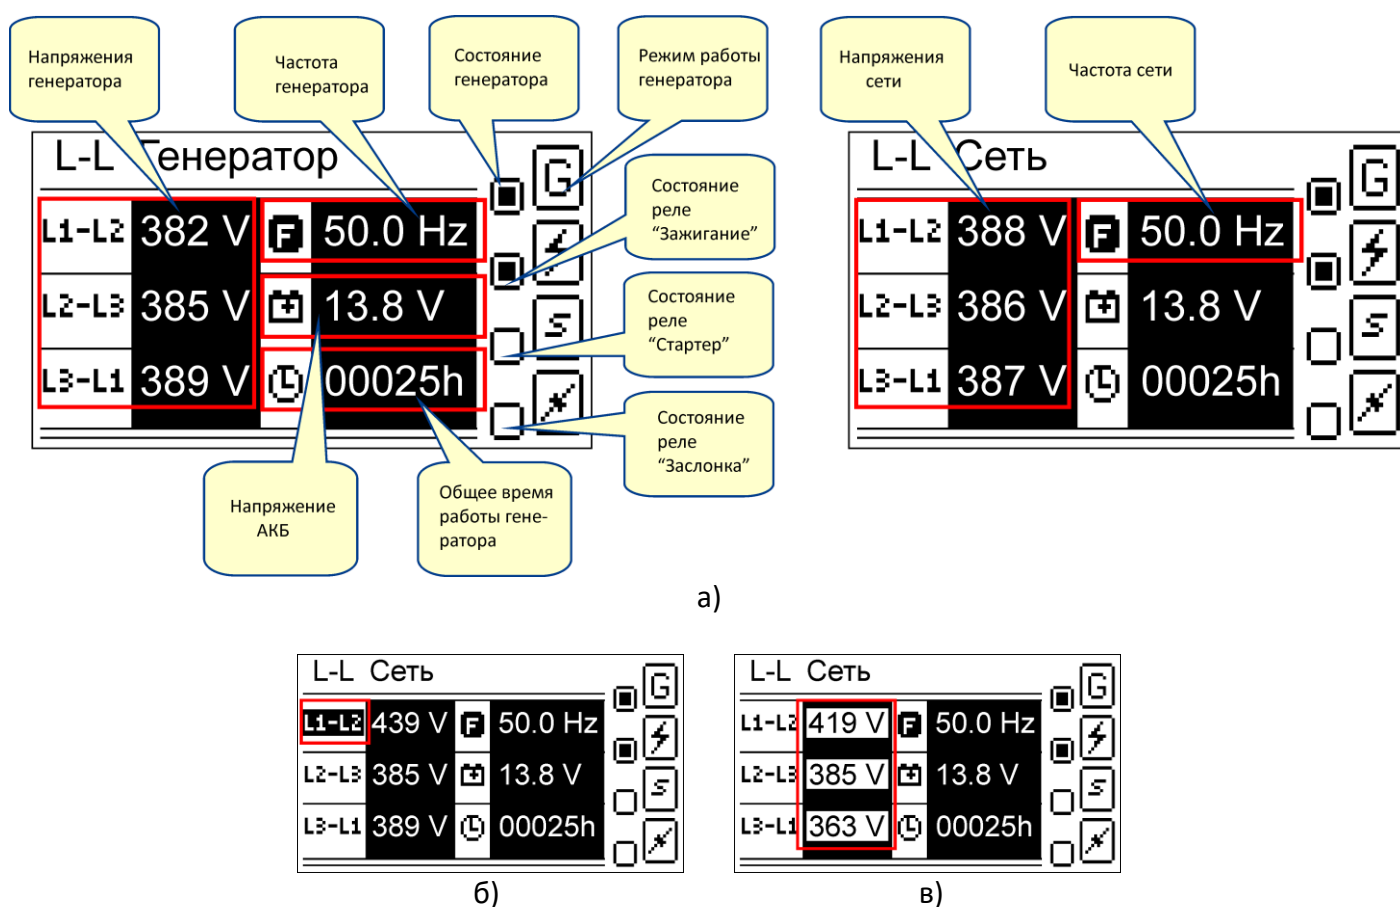

Рис. 5.7. Индикация измерений и состояния контроллера:
5.6.4 На экранах главной страницы индикации отображаются значения измеренных линейных или фазных напряжений, частоты, напряжения АКБ генератора, общее время работы генератора, а также состояния и режим работы генератора, состояния реле запуска генератора (рис. 5.7, а). Индикация состояния генератора представлена в табл. 5.2, а индикация состояний реле в табл. 5.3. Индикация режима работы генератора зависит от выбранного дополнительного режима (п. 5.7.3), а также от функций тестового запуска генератора (п. 5.7.4).
5.6.4.1 Превышение какого-либо контролируемого напряжения переменного тока или выход за допустимые пределы других контролируемых параметров (частота, напряжение АКБ) индицируется миганием соответствующего названия измеряемого параметра. Пример превышения линейного напряжения сети L1-L2 показан на рис. 5.7, б).
5.6.4.2 Асимметрия контролируемых напряжений переменного тока при трёхфазном подключении индицируется миганием всех трёх измеряемых значений. Пример индикации асимметрии линейных напряжений сети показан на рис. 5.7, в).